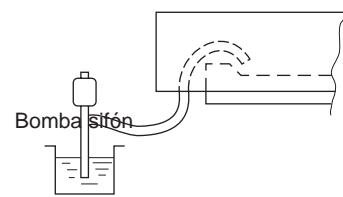

Fig. 3-15
3. Vierta agua en la bandeja de condensados utilizando una bomba sifón a través de la rejilla de salida impulsión (Fig. 3-15) Controle el flujo de agua con ayuda del tubo de evacuación transparente y compruebe que no haya escapes.